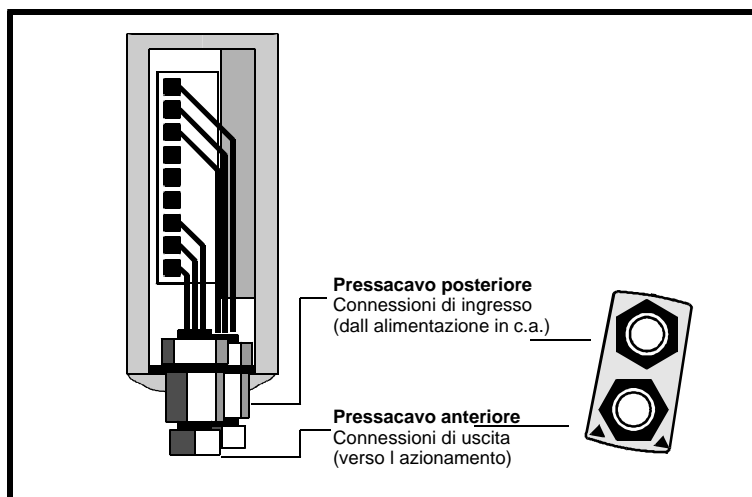

Figura 4–6 *Posizione dei pressacavi (quando vengono impiegati) all'interno del vano terminali del filtro RFI*
- 4 Effettuare le connessioni illustrate nella Figura 4–8.